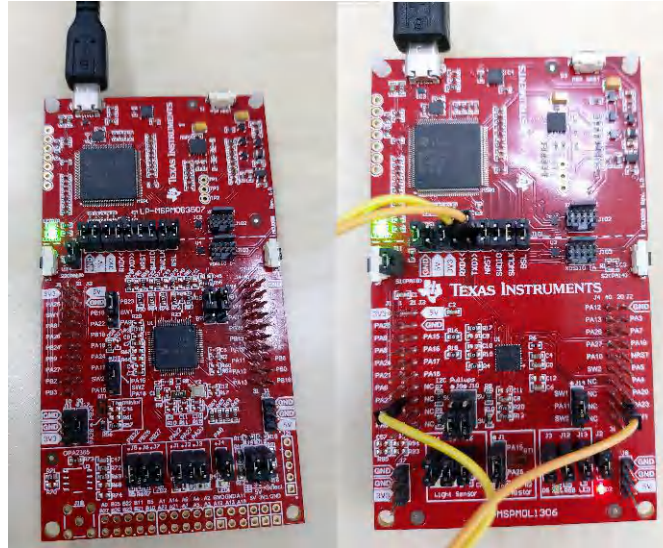

図 4-7. LaunchPad キットの接続 (左: LP-MSPM0G3507、右: LP-MSPM0L1306)
1. ターゲット デバイスと XDS110 を PC に接続します。LaunchPad キットに統合された XDS110 を使用する場合、マイクロ USB ケーブルを PC に接続してください (図 4-7 を参照)。